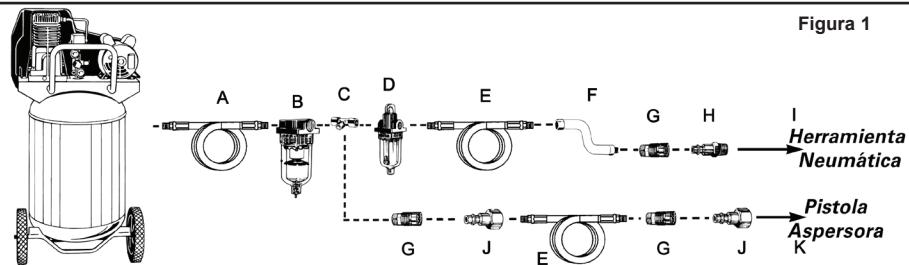
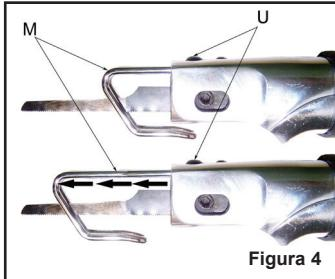

Figura 1
Figura 4
- Conecte la herramienta al acoplador rápido de la manguera de aire. **NOTA:** Se recomienda utilizar una manguera de conexión flexible con un cabezal giratorio (no incluida) para evitar que la manguera de aire sea doble, enrosque o gaste demasiado (ver ítem "F" en la figura 1 para las conexiones recomendadas).
Ajuste de la protección de la cuchilla (Figura 4):
Para conservar el funcionamiento óptimo de la herramienta neumática, debe ser lubricada cada vez que se utiliza. Las partículas, el polvo, el óxido y los residuos de aceite se acumulan dentro de la herramienta y reducen su desempeño. Se recomienda utilizar un engrasador en línea para una lubricación automática adecuada de la herramienta (ver Figura 1). Si no dispone de un engrasador en línea, puede lubricar la herramienta de forma manual a través del orificio de entrada (ver Figura 4).